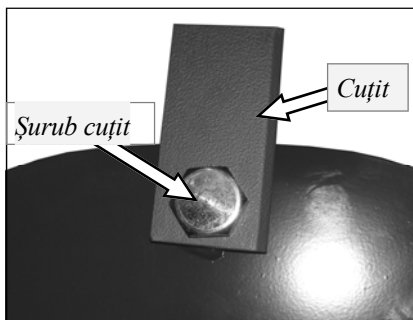

FIG. 47 Detaliu montaj cuțit
- Verificați dacă cuțitele se rotesc libere în jurul șurubului de fixare (Fig. 47 și 49).